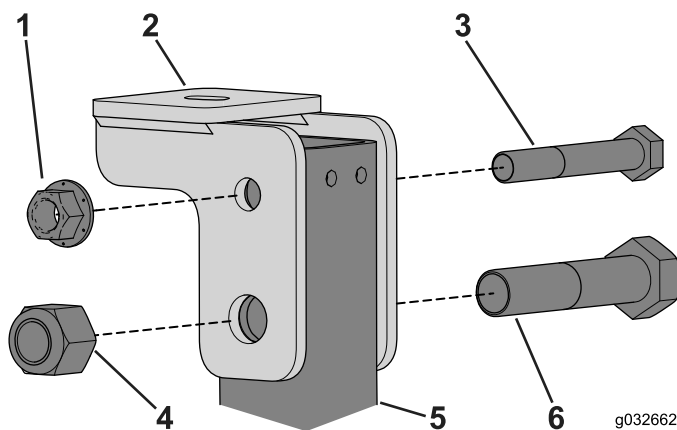

Figura 111
1. Retire los pernos que sujetan el soporte de montaje de la cabina al tubo del ROPS en la parte trasera del bastidor de la cabina (Figura 111).